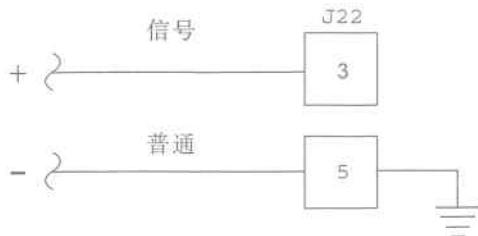
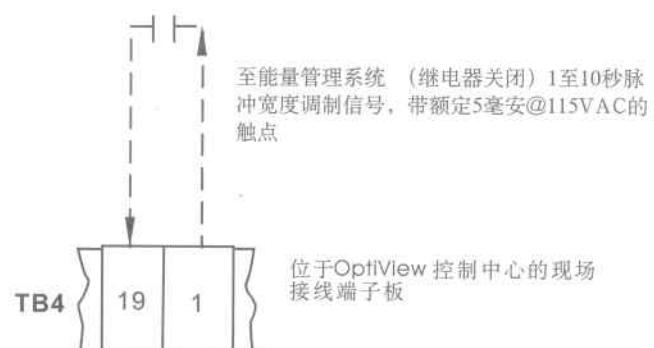

图18 – 远程冷冻水出水温度设置值0–10VDC 或 2–10 VDC 信号
图20 - 远程冷冻水出水温度设置值PWM 信号
如图18所示, 0–10VDC连接输入端至微型面板J22-3 (信号) 和J22-5 (接地) 。0VDC信号产生0°F差异。10VDC信号产生最大补偿值 (高于就地设置值以上10°F或20°F) 。当输入值在0–10VDC之间线性改变时, 设置值在此极限范围之间发生线性改变。只有当选择模拟远程模式时, 输入才可能被接受, 将“远程模拟输入范围”的值设置为0–10 VDC, 并移除微型面板程序跳线JP24。按以下方式计算各种输入设置值:
如图18所示, 2–10VDC连接输入端至微型面板J22-3 (信号) 和J22-5 (接地) 。2VDC信号产生0°F差异。10VDC信号产生最大允许补偿值 (高于就地设置值以上10°F或20°F) 。当输入值在2–10VDC之间线性改变时, 设置值在此极限范围之间发生线性改变。只有当选择模拟远程模式时, 输入才可能被接受, 将“远程模拟输入范围”的值设置为2–10 VDC, 并移除微型面板程序跳线JP24。按以下方式计算各种输入设置值:
PWM-通过向I/O板TB4-19施加1-11秒的115VAC，脉冲宽度调制输入继电器触点闭合1-11秒。如图20所示，连接I/O板TB4-19（信号）和TB4-1（115VAC）之间的干式闭合继电器触点。触点闭合1秒钟（脉冲宽度）产生0°F补偿值。触点闭合11秒钟产生最
11. 顺序控制套件（参见图9和图10）通过持续的冷冻水流量及持续的冷冻水流温度感知冷却器。顺序控制套件的设计不适用于流量变化的冷冻水或者不具备冷冻水流温度重新设置功能—参见图18至图20以及注释第2条。